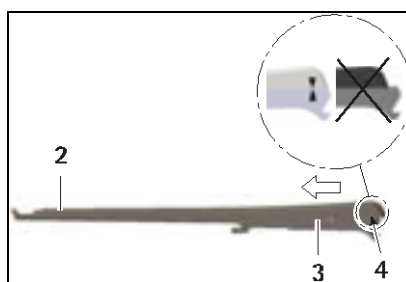

Fig. 14
Antes de inserir a haste **6** no cabo **8**, verifique se a peça deslizante **2** está na posição correta, veja a fig. 14!
- Certifique-se de a peça deslizante esteja na posição correta (observe a marcação, veja a fig. 14).
- Empurre a haste 2 na direção indicada pela seta até que o impulsor esférico 4 se encaixe na posição correta, veja a fig. 14. A haste 6 é montada agora e pode ser inserida no cabo 8.